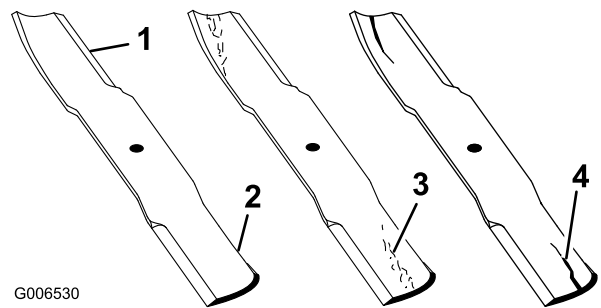

Figure 41
1. Examinez le tranchant des lames (Figure 41). Si elles ne sont pas tranchantes ou si elles présentent des indentations, déposez et affûtez les lames; voir Affûtage des lames.
2. Inspectez les lames, surtout la partie relevée (Figure 41). Remplacez immédiatement toute lame endommagée, usée ou qui présente une entaille (repère 3 de la Figure 41).